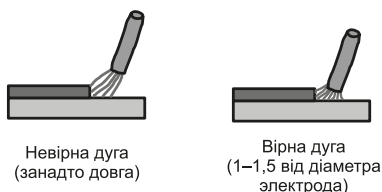

Рисунок 3. Відстань розташування електрода із покриттям до деталі під час ручного дугового зварювання («ММА»).
2. *Під час тривалого та інтенсивного зварювання може спрацювати термозахист зварювального апарату і відбудеться його вимикання. Спрацювання термозахисту супроводжується сигналом світлового індикатора «Перегрів» (4, рис. 3) на світлодіодному екрані панелі виробу. Продовження роботи стане можливим після охолодження зварювального апарату і вимкнення індикатора.*
5. Після появи дуги одразу відвести електрод від поверхні майбутнього шва на відстань 2–4 мм і утримувати цю відстань протягом усього зварювального процесу (рис. 3).